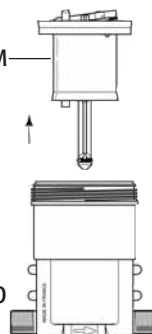

Fig. 20
- Sacar el pistón motor (Fig. 20-M) tirando hacia arriba.